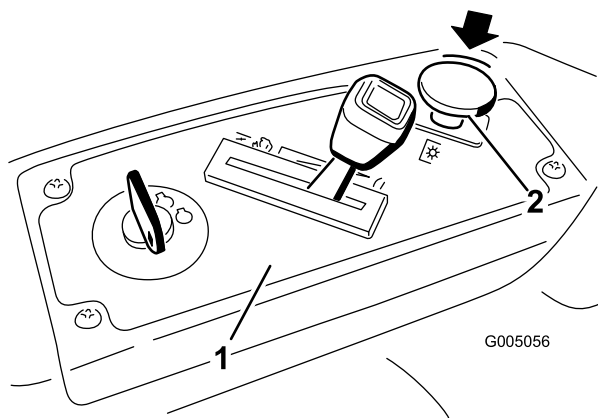

Bild 15
Drücken Sie den Zapfwellenantriebsschalter nach unten, bewegen Sie ihn in die Aus-Stellung und kuppeln Sie die Messer aus (Bild 15).
1. Kuppeln Sie die Messer aus, indem Sie den Zapfwellenantriebsschalter in die Aus-Stellung stellen (Bild 15).